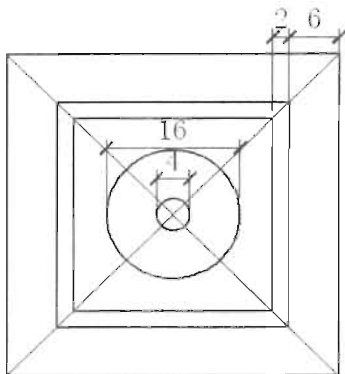

图 10-172
(3) 捕捉矩形的顶点绘制两条对角线，对角线的交点就是矩形的中心点，以这个中心点为圆心绘制 1 个直径为 4mm 的圆和一个直径为 16mm 的圆形，如图 10-172 所示。